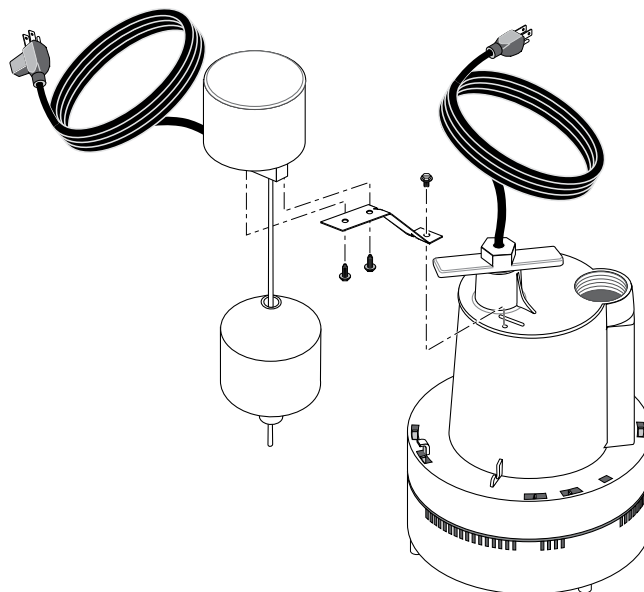

Figure 2 – Remplacement de l'interrupteur à flotteur vertical
1. À l'aide des vis de fixation, poser le support sur le boîtier de l'interrupteur. Se reporter à la Figure 2.